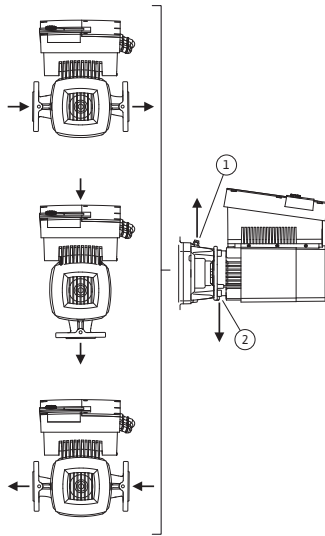

Fig.23: Sallitut asennusasennot, vaakasuora moottoriakseli
Sallitut asennusasennot vaakasuoralla moottoriakselilla ja elektronikkamoduuli ylöspäin (0°) on esitetty Fig:ssä 23. Esitettynä ei ole sallittuja asennusasentoja sivuttaisiin asennetulla elektronikkamoduulilla (+/-90°). Kaikki muut asennusasennot paitsi "elektronikkamoduuli alaspäin" (-180°) ovat sallittuja. Pumpun ilmaus on varmaa vain silloin, kun ilmanpoistoventtiili osoittaa ylöspäin (Fig. 23, kohta 1). Vain tässä asennossa (0°) voidaan syntyvä kondenssivesi johtaa tehokkaasti pois aukon kautta (Fig. 23, kohta 2).
- Kun moottorin akseli on vaakasuorassa, kondenssivesiaukon pitää olla alaspäin (Fig. 23, kohta 2). Tarpeen vaatiessa moottoria pitää kiertää.